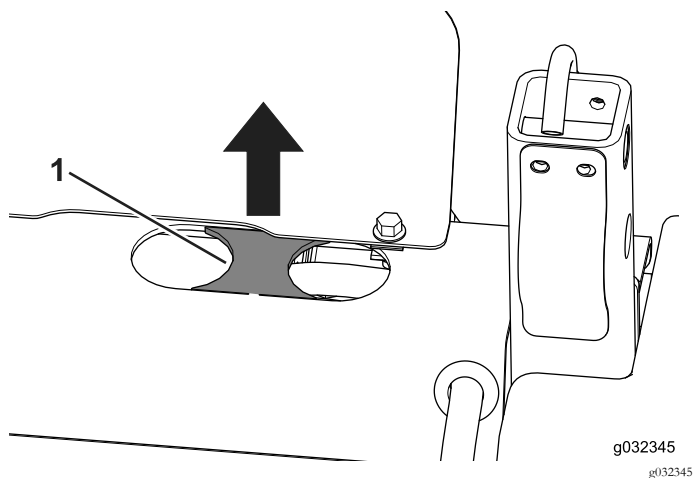

Figura 23
2. Rimuovete la sfinestratura situata tra i 2 fori, se presente (Figura 23).